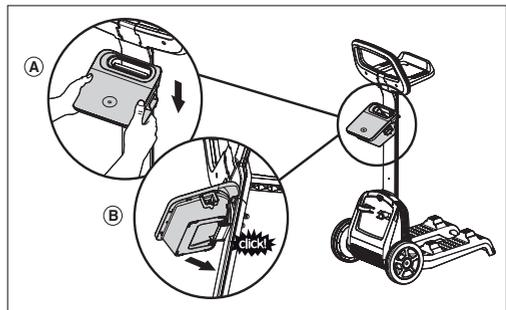

FIGURA 14
1. Conecte el mango de la fuente de alimentación sobre el borde superior del gancho de la fuente de alimentación. Ver **Figura 14 (A)**.
2. Incline la fuente de alimentación hacia el soporte del mango hasta que la fuente de alimentación encaje en su lugar sobre el borde inferior del gancho de la fuente de alimentación. Ver **Figura 14 (B)**.